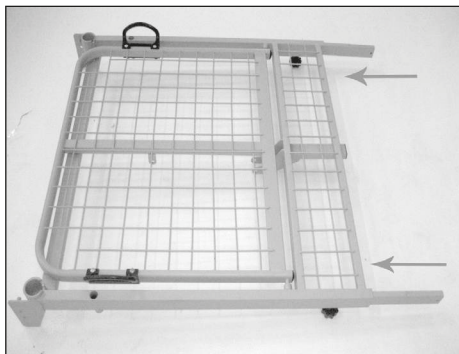

Fig.11
1. Inserire i due tubolari rettangolari all'interno del telaio lato alzatesta e spingerli fino alla battuta (Fig.11)